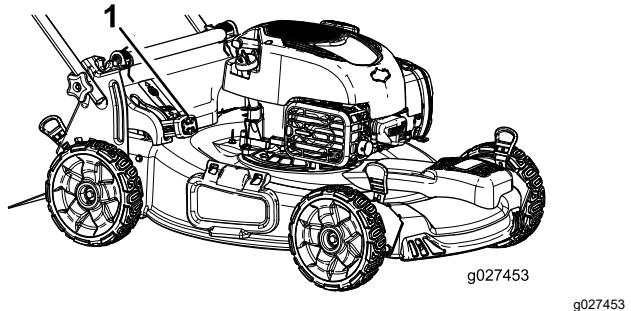

Figura 16
- **Per insaccare erba e sfalcio,** premete il pulsante sulla leva Bag-on-Demand e spostatela in avanti fino a quando il pulsante sulla leva non si solleva di scatto (Figura 16).